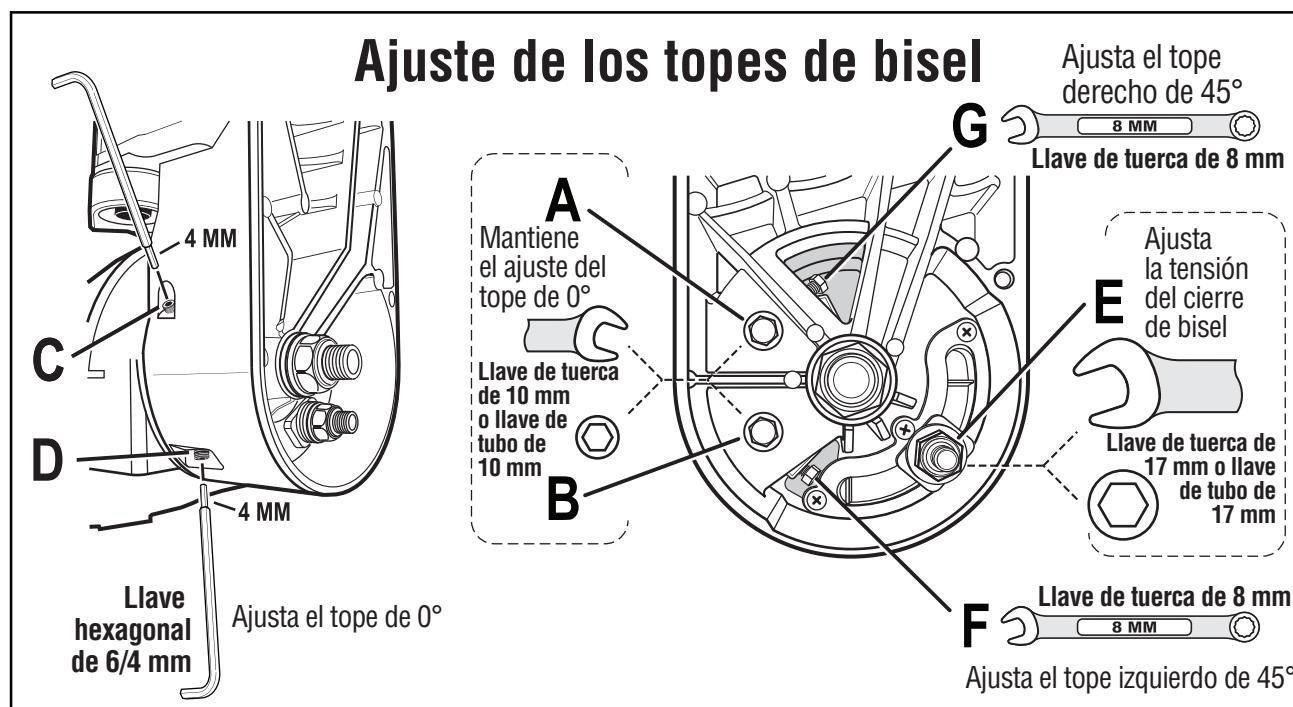

Figura 25
- Coloque una llave de tuerca de boca abierta de 8 mm en la cabeza del perno "F" (vea la figura 25).